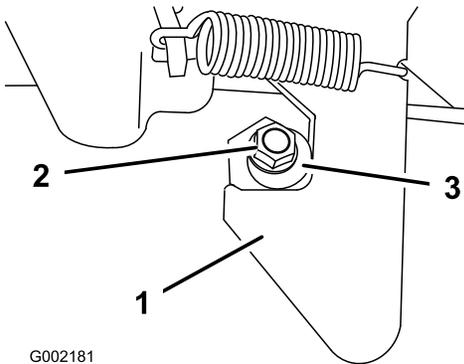

Bild 20
1. Lösen Sie die Mutter am Ende des Verriegelungspfosten (Bild 20).
2. Drehen Sie den Verriegelungsstrebe nach rechts, bis sie mit dem Riegel bündig ist. Ziehen Sie dann die Mutter fest (Bild 20).